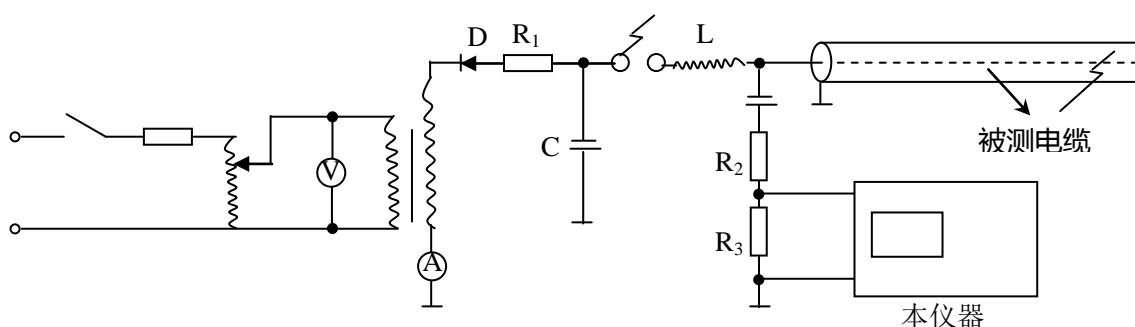

图 9 冲击高压法测试原理图
3) 按图 9 所示线路连接设备。地线要求接触良好。其中储能电容 C 要求大于 $1\mu F$ ，耐压应能满足试验要求。其它设备要求与直闪法相同。电感一般取 27001 中的 2 或 3，也可视被测电缆段的长度或根据反射波形适当增大或减小。